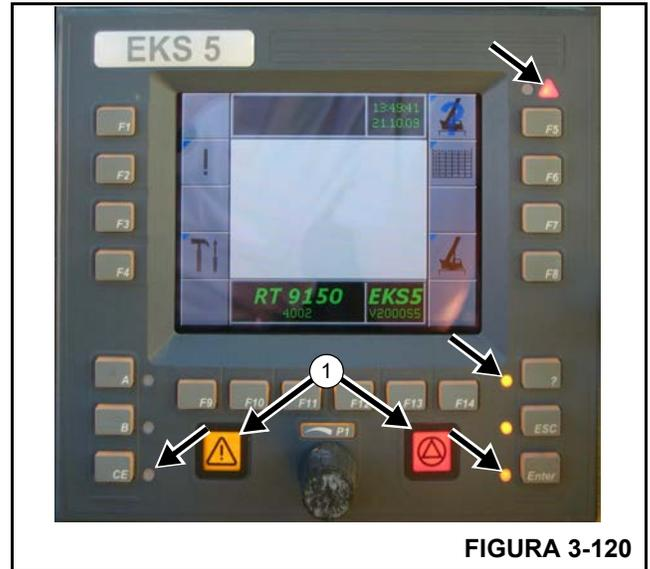

FIGURA 3-120
- Verifique que las luces indicadas en la Figura 3-120 se iluminan brevemente después de conectar el encendido.